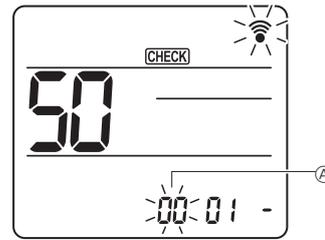

Fig. 6-17
- Ünite numarasını [A] ayarlamak için [SEÇİM] düğmesine basın. (Fig. 6-17)